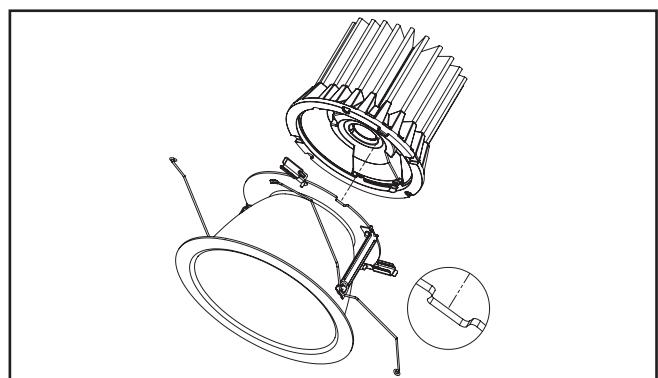

Figure 8.
7. Insérez le moteur lumineux à DEL sur l'assemblage de la garniture. Alignez la languette sur le moteur lumineux à DEL sur l'assemblage de la garniture (Figure 8).